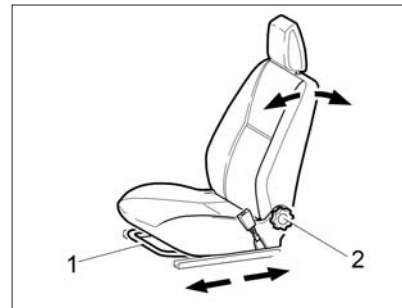

Рис. 9. Переднее сиденье
**Передние сиденья.** Для регулировки передних сидений в продольном направлении потяните блокирующий рычаг 1 (рис. 9) вверх. После установки сиденья в удобное положение опустите рычаг и, небольшим перемещением сиденья вперед-назад, добейтесь его надежной фиксации.